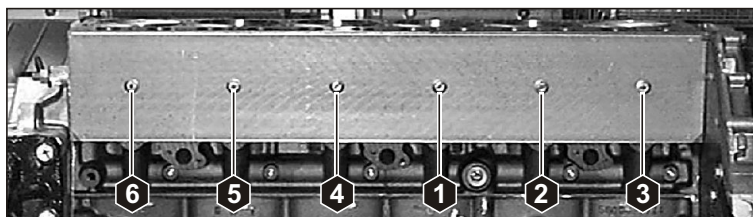

Рис. 115. Порядок затяжки боковой пластины.
6. Наживить болты и затянуть рекомендуемым моментом (см. Таблицу 3) в порядке, указанном на Рис. 115.